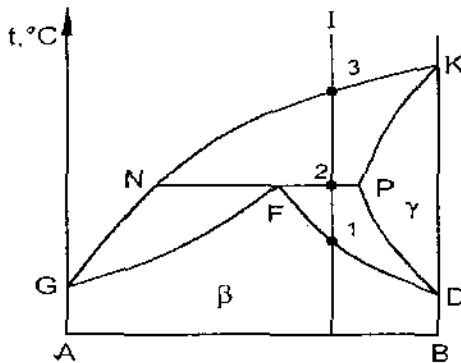

Рисунок 1
2. В какой точке начинается плавление сплава I (рисунок 1)?